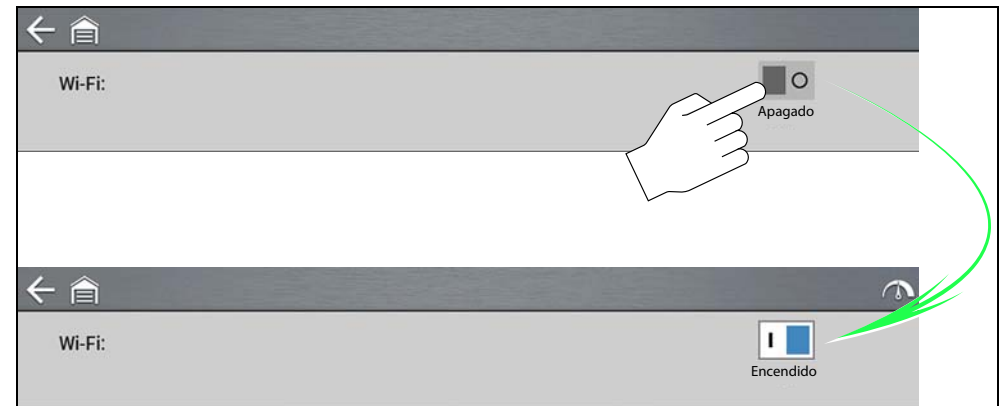

Figura 12-1
1. Para activar o desactivar el Wi-Fi, seleccione el icono de **encendido de Wi-Fi** (Figura 12-1).